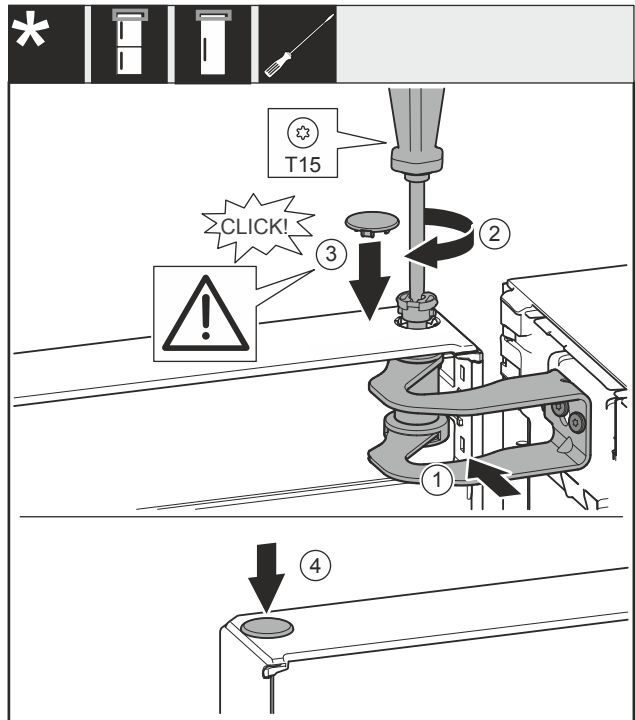

Fig. 24
- ▶ Nolīmeņojiet durvis pret atveri gultņa balstā Fig. 24 (1).
- ▶ Ievietojiet tapu Fig. 24 (2) un pieskrūvējiet ar skrūvgriezi.
- ▶ Ievietojiet pārsegu Fig. 24 (3).
- ▶ Pārbaudiet, lai pārsegs Fig. 24 (3) piekļautos pie durvīm.
- ▶ Ievietojiet pārsegu Fig. 24 (4).